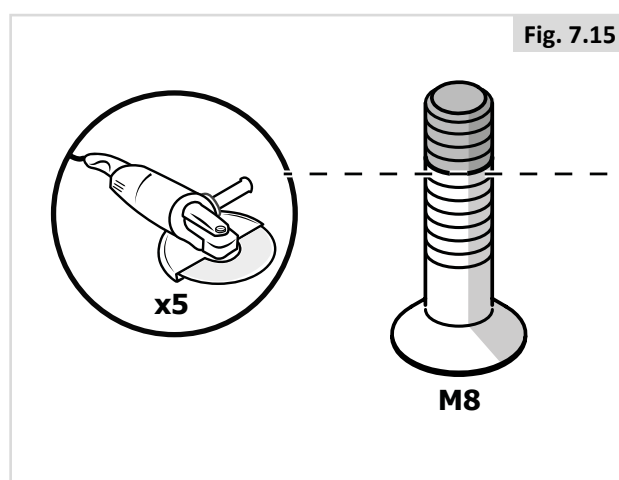

Fig. 7.15
6. Zaag de bout op de plek waar hij is gemarkeerd (Fig. 7.15). Het is erg belangrijk dat de monteur controleert of de dikte van de moeren correct is. Als de bouten te kort zijn en de schroefdraad niet volledig wordt gedekt, hebben de bouten niet voldoende kracht om de vereiste lading te dragen. Als de bouten te lang zijn, kunnen de accu's of andere onderdelen van de rolstoel beschadigd raken. Vervang de bouten indien nodig door langere bouten, of kort ze in.